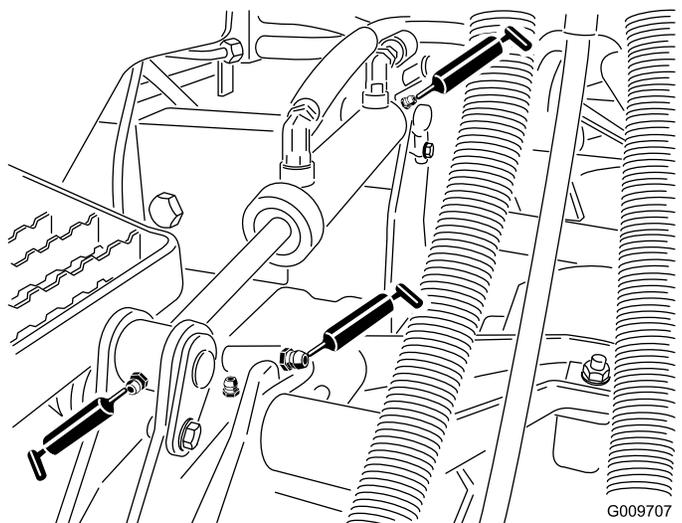

図 78
- 図 78に示す、昇降アームのブッシュカッティングユニット 1 台に 1 ヶ所
- 図 78に示す、昇降シリンダのブッシュカッティングユニット 1 台に 2 ヶ所